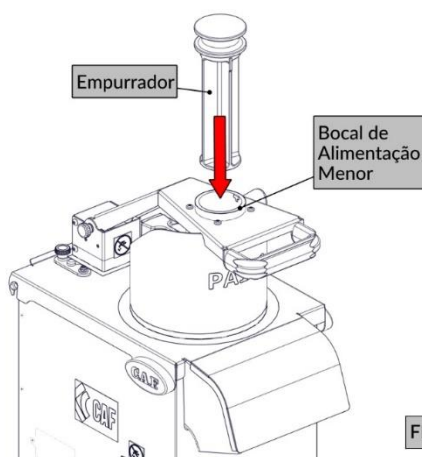

FIG. 13
4. Caso opte por fatiar ou desfiar produtos de formato cilíndrico, como cenouras, pepinos ou calabresa, utilize o bocal de abastecimento menor (FIG. 13). Para isso, gire o empurrador para qualquer lado para destravá-lo e puxe-o para cima, liberando o bocal. Abasteça o bocal menor com o produto a ser processado e use o empurrador para pressioná-lo contra o disco. Ao utilizar esta opção, a máquina permanecerá ligada continuamente até que o botão seja posicionado na função "desliga" (FIG. 1).